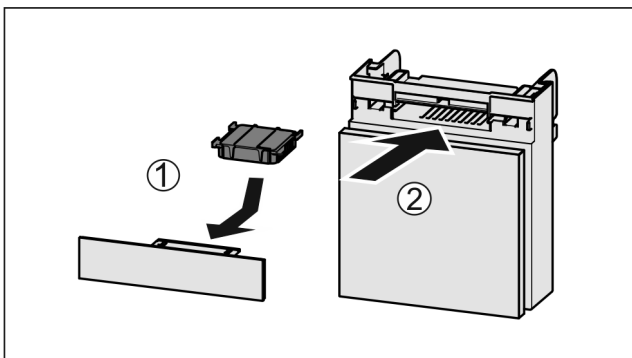

Fig. 226
- ▶ Aktivkohlefilter nach Abbildung einsetzen Fig. 226 (1).
- ▶ Fach einschieben Fig. 226 (2).